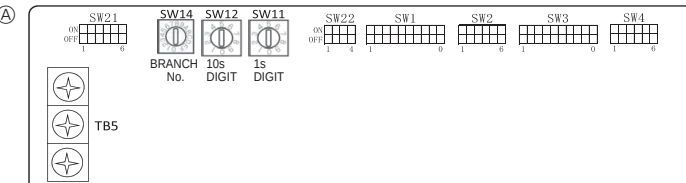

Fig. 5-9
5.6. Réglage des interrupteurs pour différentes hauteurs de plafond (Fig. 5-9)
5.7. Détection de la température ambiante à l'aide du capteur intégré de la commande à distance (Fig. 5-9)
5.5. Configuration des adresses (Fig. 5-9)